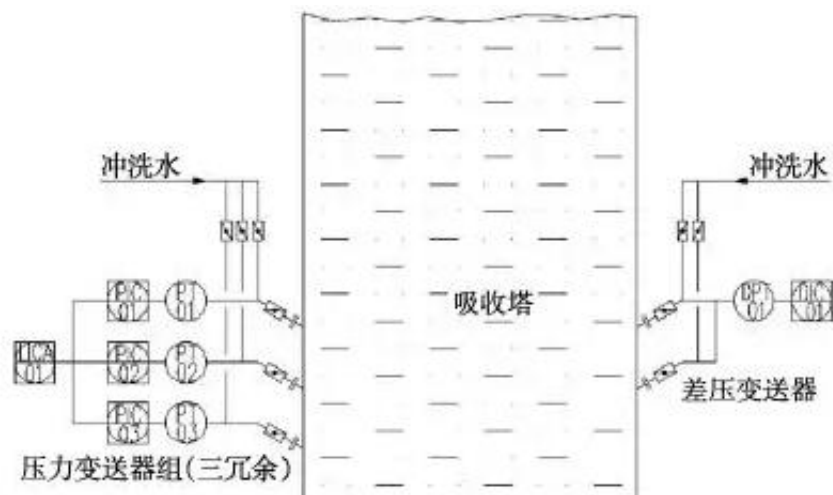

图4差压变送器+压力变送器测量回路
(3) 装置三——差压变送器+压力变送器测量回路。本套装置采用差压变送器测量浆液的密度，利用压力变送器测量浆池底部的压力，然后通过公式间接计算出吸收塔液位，如图4所示。差压变送器采用隔膜式分体结构，2个远传膜片安装在吸收塔侧壁合适的位置（高差一般控制在3~5m），膜片通过毛细管与变送器本体连接。